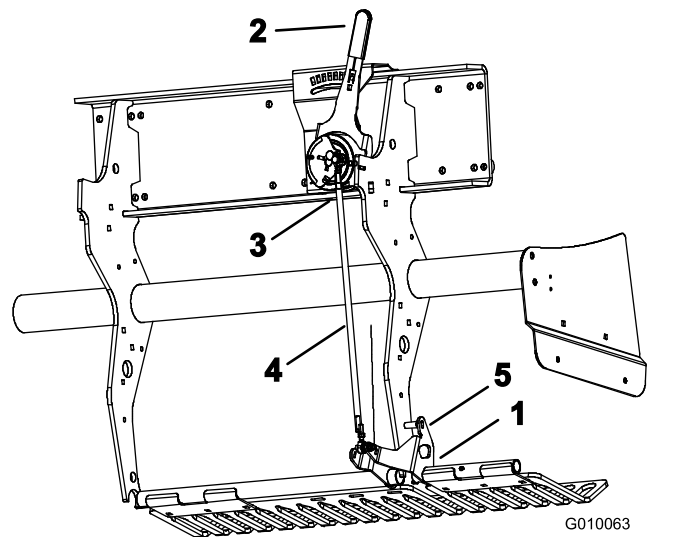

Figura 60
2. Ruotate la staffa di supporto della protezione per il tappeto erboso di sinistra (Figura 60) verso l'alto fino a quando non è possibile inserire un perno di bloccaggio, come un'asta di perforazione o un bullone da 8 mm (5/16"), tra la staffa e il tubo per l'impostazione della profondità saldato al telaio.
3. Spostate la leva di profondità delle fustelle (Figura 60) in posizione H (profondità massima).
4. Scollegate l'interruttore a sfera (Figura 60) dal cablaggio preassemblato (interruttore 'testa abbassata').
5. Allentate i controdadi (sinistro e destro) sul tirante di regolazione della profondità (Figura 60).